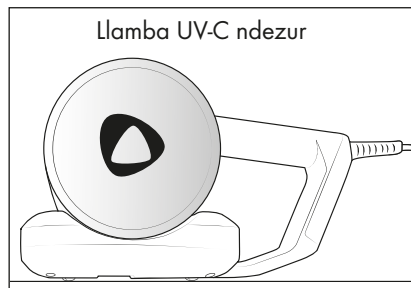

Fig. 1
Pajisja ka dy rrotulla me çelësa sigurie ⑧ majtas dhe djathtas në pjesën e poshtme të pajisjes. Llamba UV-C ⑪ ndizet vetëm kur shtypet butoni UV ③ nëse të dy çelësat e sigurisë ⑧ shtypen në të njëjtën kohë. Kjo çaktivizon fikjen automatike të llambës UV-C ⑪. Kjo ndodh automatikisht kur pajisja e ndezur vendoset në një sipërfaqe të shteshtë (Fig. 1).